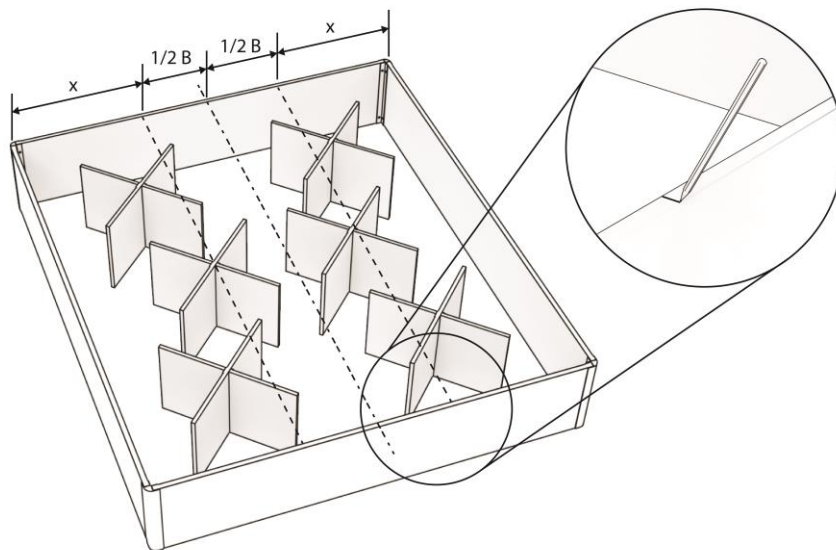

Abbildung 6: Zeichnen der Mittellinie am Kopf- und Fußende des Bettkastens.
Schritt 7. Abhängig von der Anzahl Bodenplatten müssen Sie die Positionierung dieser Bodenplatten auf dem Bettkasten. Für dieses Beispiel mit 3 gleichen Bodenplatten mit der Breite B messen Sie mit dem Maßband aus, dass die mittlere Platte in der Mitte des Bettkastens liegt. Zeichnen Sie mit einem Bleistift eine Linie auf die Leisten am Kopf- und Fußende des Bettkastens, wo die Kanten der mittelsten Platte enden, wie in Abbildung 6 gezeigt. Der Abstand x von der mittleren Platte bis zur Kante der Leisten ist daher auf beiden Seiten gleich groß.